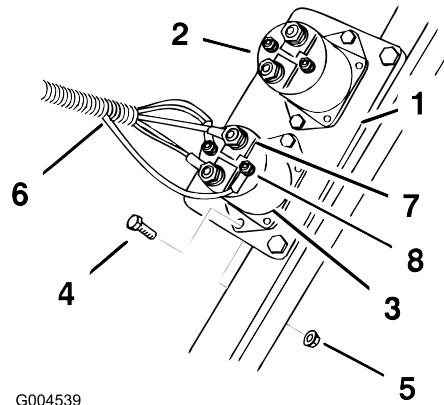

Bild 7
- Befestigen Sie die Spule mit zwei Schrauben (Nr. 10 x 3/4 Zoll) und zwei Muttern (Nr. 10) an der vorhandenen Platte, wie in Bild 7 dargestellt.